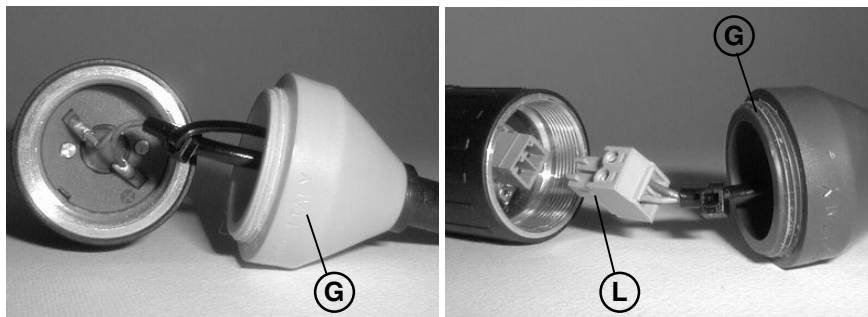

Fig. 6
- dévisser le bouchon arrière (G) visible sur la fig. 6, en laissant libre le câble électrique, pour éviter qu'il s'entortille lors de l'ouverture/fermeture du bouchon;
- extraire le moteur de son logement après avoir dessoudé les câbles dans les modèles 3000 et 5000, ou après avoir enlevé le connecteur (L), comme on peut le voir sur la Fig. 6.